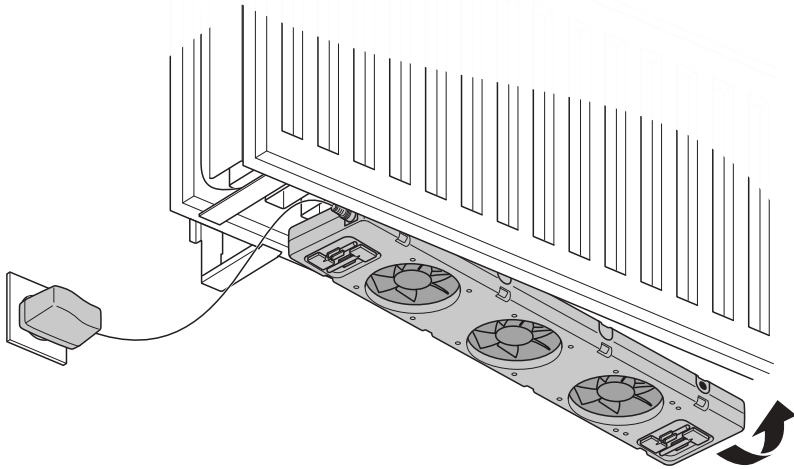

Abb. 2 - Anbringen des SpeedComfort (A).
2. Finden Sie einen Platz, an dem die Wandhalterungen und Verbindungsclips des Heizkörpers nicht im Weg sind. Bringen Sie den **SpeedComfort** (A) mit den **verstellbaren Magneten** (B) unten zwischen den Heizkörperplatten an (siehe Abb. 2). Der **SpeedComfort** (A) kann auch oben auf dem Heizkörper unter einer Abdeckung aufgesetzt werden. **HINWEIS** Stellen Sie sicher, dass die **Ventilatoren** nach oben weisen!